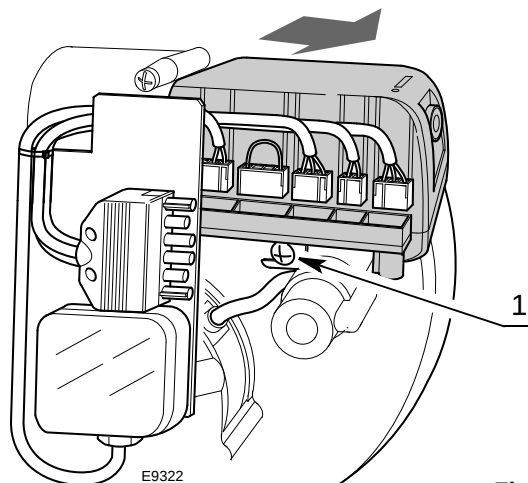

Fig. 15
- desconectar todos los conectores conectados a ella, el conector macho de 6 contactos, los cables de alta tensión y el cable de tierra (TB);
- desenroscar el tornillo 1)(Fig. 15) y tirar de la caja de control en el sentido de la flecha.
- enroscar el tornillo 1)(Fig. 15) con un par de torsión de 1 ÷ 1,2 Nm;